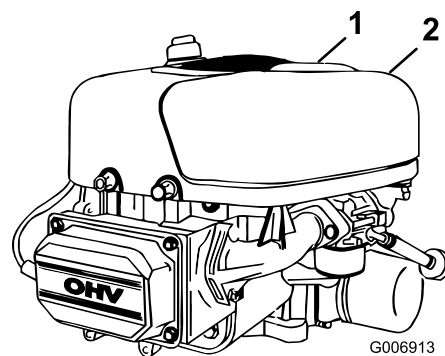

Bild 22
6. Ziehen Sie den Griff an der Luftfilterabdeckung hoch und drehen Sie ihn in Richtung des Motors (Bild 22).